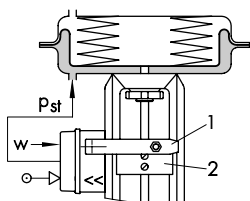

Fig. 7 · Sens d'action \ll , montage à gauche
Bien respecter les schémas de montage des fig. 7 à 10 (§ 4.1).
La pression de commande (sortie) s'exerce sur la coquille supérieure ou inférieure du servomoteur (voir fig. 7 à 10).
Les fig. 7 à 10 donnent les différentes exécutions de servomoteurs et indiquent le sens d'action, la grandeur directrice et la position de montage.
4.1.1 Détermination et modification du sens d'action (fig. 7 à 10 et fig. 11)
Si le sens d'action souhaité (fig. 7 à 10) ne correspond pas à celui indiqué ou s'il doit être modifié, procéder comme suit :
Si le sens d'action est à modifier lorsque le montage est terminé, le positionneur doit être fixé de l'autre côté de la vanne. Bien respecter la position du levier (1) par rapport à la plaque (20) (au-dessus ou au-dessous du poussoir). Voir fig. 7 à 10.